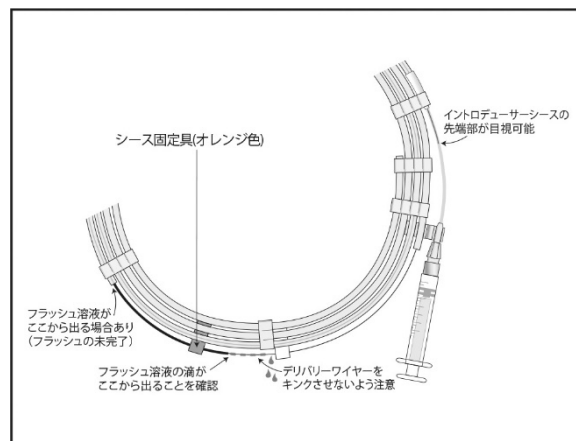

図 2: 灌注/湿潤用フープへのフラッシュ用溶液注入
- 5) 図 2 に示すように、生理食塩液の滴が、イントロデュサーシースの手元部から出てくることを確認する。ディスペンサーコイルから溶液が多少出てくる場合があるが、これは本品が正しく灌注/湿潤されていない状態である。図 2 に示した位置に、フラッシュ用の生理食塩液の流出が確認できない場合、本品を使用しないこと。